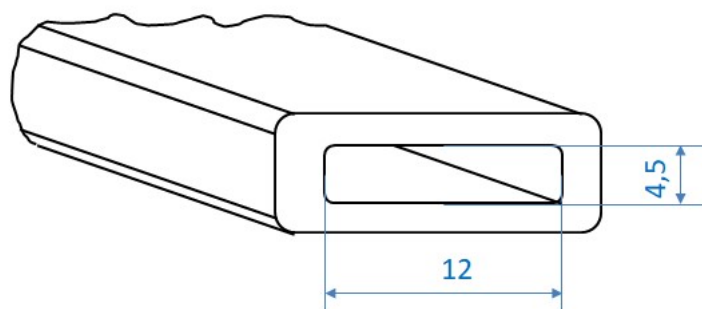

Рис. 30
2. Нам предстоит создать модель крышечки для флешки, которая имеет форму параллелепипеда со скругленными ребрами и прямоугольным в сечении отверстием для разъема флешки (рис. 30).